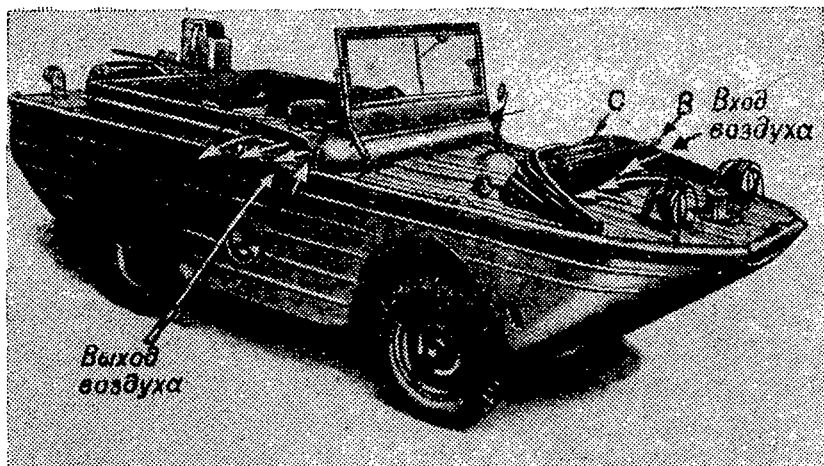

Рис. 6. Подвод и отвод воздуха, охлаждающего двигатель при движении машины Форд-амфибия по суше
5. Открой крышку В (рис. 6) вентиляционного люка при помощи рукоятки рычага 29 (см. рис. 1).
1. Установи перекидной щиток С (см. рис. 6) в положение «назад».
2. Установи перекидной щиток С (см. рис. 6) в переднее положение.